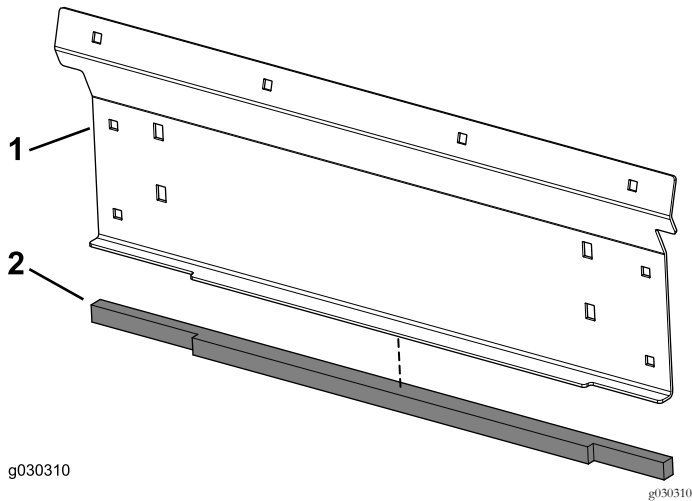

Bild 12
7. Bringen Sie die hintere Dichtung an der unteren Rückplatte an (Bild 12).